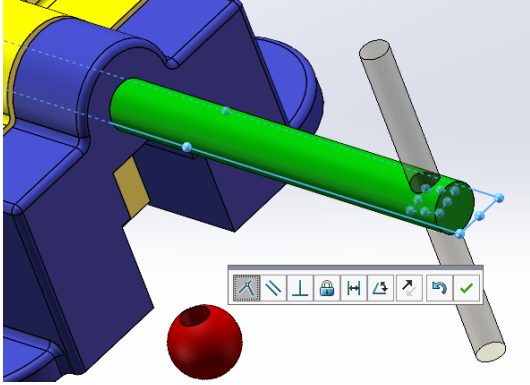

图 4-47 添加“重合”配合
- 如图 4-47 所示，定义“Free_handle_rod”的“前视基准面”和“Free_Vise_Screw”的“前视基准面”两面“重合”配合。